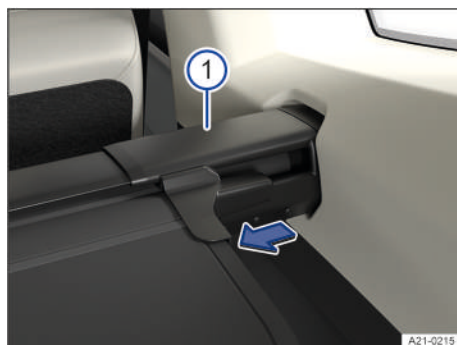

Fig. 199 En el maletero: desmontar la cubierta del maletero.
2. Presione la pieza lateral de la cubierta → **fig. 199** ① en el sentido de la flecha y manténgala en esta posición.
4. Suelte la pieza lateral de la cubierta → **fig. 199** ①.
3. Introduzca la pieza lateral → fig. 199 ① en el alojamiento del garnecido lateral correspondiente.